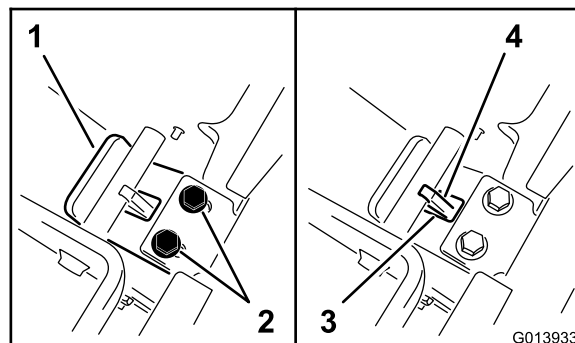

Figura 10
5. Continuando ad esercitare pressione sulla contropiastra, fate scorrere l'aletta verso di voi finché il bordo della piastra dell'aletta non si troverà a contatto con la traversa (Figura 10).